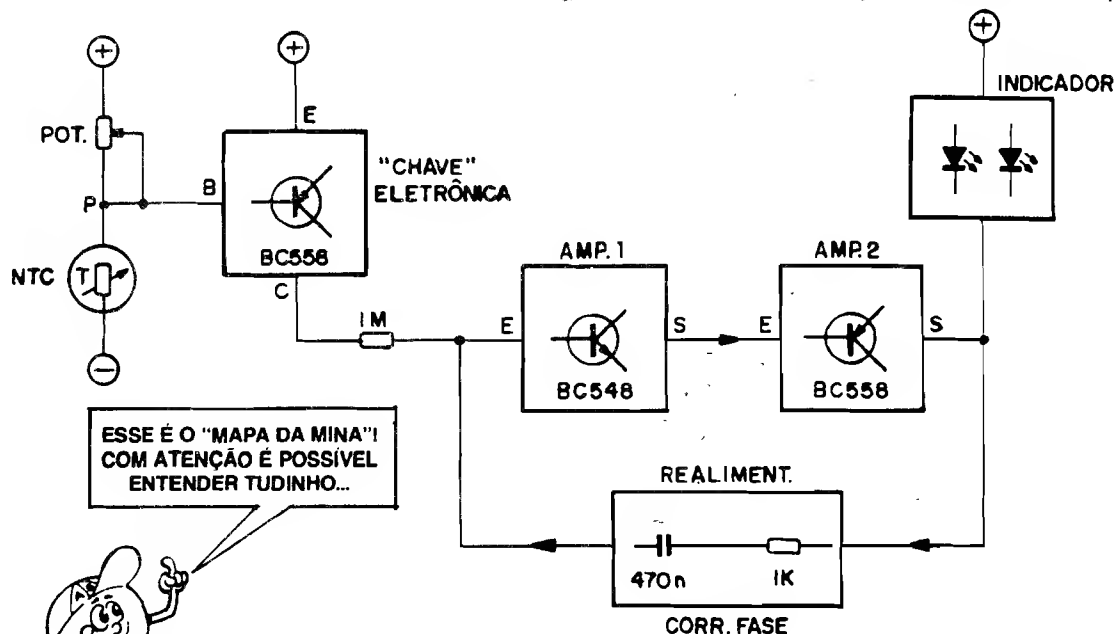

Fig. 8
- **FIG. 8** - O diagrama de blocos é a forma final que adotamos nas "Lições" práticas do ABC, para a explicação do funcionamento dos circuitos, conforme os "Alunos" já estão acostumados... A fig. 8 traz o circuito do TERMO-MONITOR devidamente "bloqueado", ou seja: sintetizado nos seus módulos principais de funcionamento, de modo a simplificar a interpretação... Vamos ver: logo no "começo" da "coisa", temos um nítido **DIVISOR DE TENSÃO**, estruturado com o "Resistor Dependente" (no caso, o **TERMISTOR NTC**) e um resistor ajustável (veja a fig. 17 da "Lição" teórica da presente "Aula"...), que nos permite obter, no ponto "P", uma "voltagem" proporcional à Temperatura "sentida" pelo NTC (em função da sua variação de Resistência...). Sempre que a tensão, no ponto P, atingir o "degrau" de acionamento do primeiro transistor, o **BC558**, este - funcionando como verdadeira "chave eletrônica", "ligará ou não" (em dúvida, consultem as "Lições" Teóricas sobre os fundamentos do Transistor, em ABC nº 6...). Quando o transistor/"chave" **liga**, ele coloca o resistor de polarização (1M) em contato direto com o positivo da alimentação, permitindo então que o **amplificador 1** (**BC548**) comece o seu trabalho, fornecendo suficiente excitação para o **amplificador 2** (**BC558**). Notem, agora, que entre a Saída "S" do segundo amplificador, e a Entrada E do primeiro, existe uma rede de **realimentação e correção de fase** (ver "Aula" nº 8, sobre o **TRANSISTOR COMO OSCILA-**